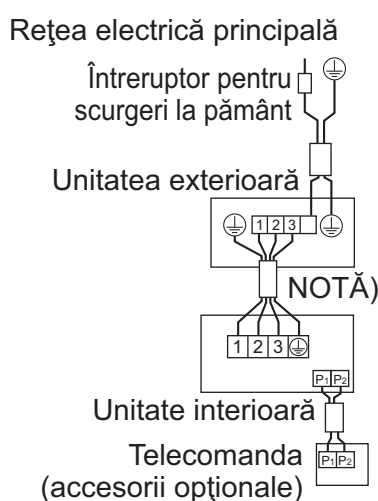

Fig. 24
- **Tip pereche:** 1 telecomandă controlează 1 unitate interioară (sistem standard). (Consultați Fig. 24)